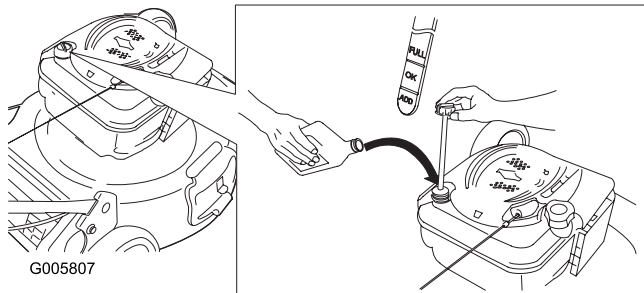

Figura 29
4. Vierta **lentamente** aceite en el tubo de llenado hasta que el nivel llegue a la marca **Full** de la varilla (Figura 29). **No llene demasiado.** (Capacidad máxima: 0,59 l, tipo: SAE 30W, aceite detergente con clasificación de servicio API SF, SG, SH, SJ, SL o superior.)